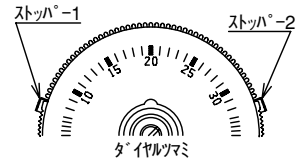

図2
- ・ダイヤルツマミにはレンジストッパーが付いております。(図2参照)